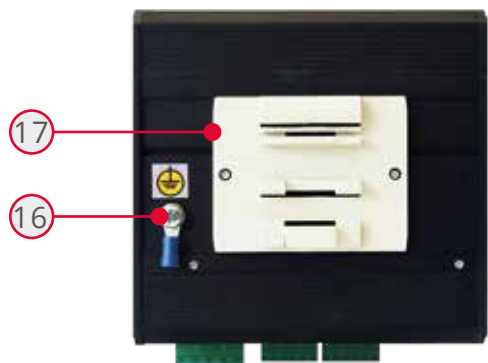

Рисунок 3 – Внешний вид DB2020 (вид сзади)
- 3) производится зацепление верхней направляющей адаптера MF001 (рисунок 3) за DIN-рейку;